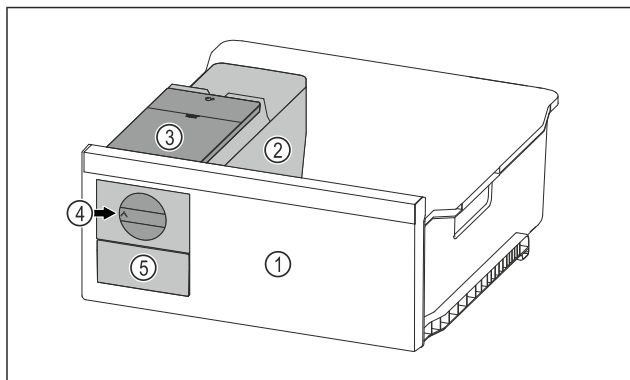

Fig. 90 Beispielfreie Darstellung
- Drehknopf Fig. 90 (4) im Uhrzeigersinn bis zum Anschlag drehen.
- Eiskubus fallen aus der Eiskubus-Schale in das Eiskubus-Schubfach Fig. 90 (5). Wenn sich nicht alle Eiskubus aus der Eiskubus-Schale herauslösen: